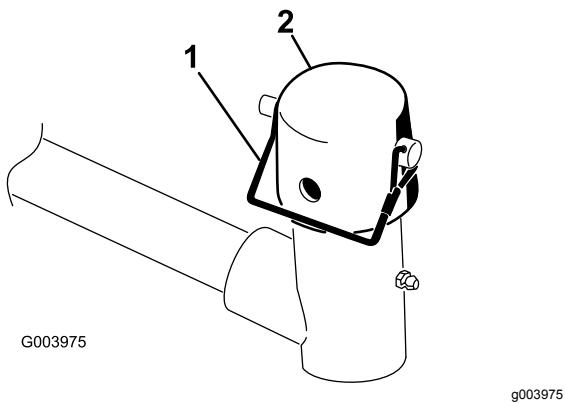

Figura 9
- 7. Retire el pasador de seguridad y el tapón de la horquilla de pivote del brazo de elevación (Figura 9).
11. Sujete el tapón y el eje del bastidor de tiro a la horquilla del brazo de elevación con el pasador de alambre (Figura 9).